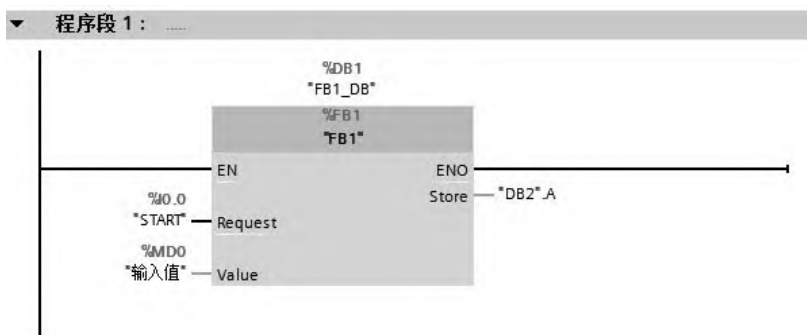

图 8-26 OB1 中的程序
④ 先新建全局数据块 DB2，并在数据块中创建一个包含 9 个元素的数组，再编写主程序 OB1 的 LAD 程序，如图 8-26 所示。